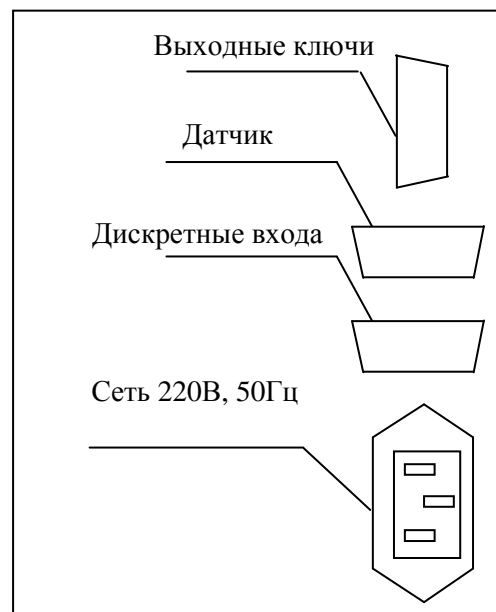

Рисунок 2 - Задняя стенка
- 2) подключите тензодатчики весоизмерительной системы к соответствующему соединителю прибора согласно рис.2;
- 3) подключите сетевой кабель к сетевому входу прибора (рис.2) и включите прибор в сеть;